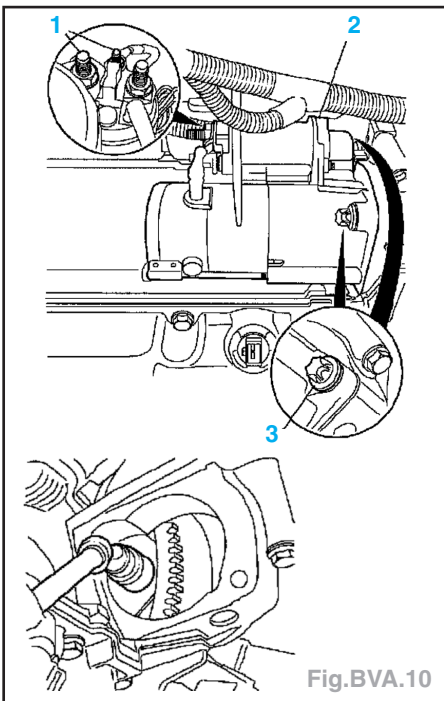

Fig.BVA.10
- Déposer les écrous (1) de fixation du faisceau de démarreur, les vis (3) de fixation du démarreur (2), le déposer et défaire les 3 vis de fixation du convertisseur (Fig.BVA.10).